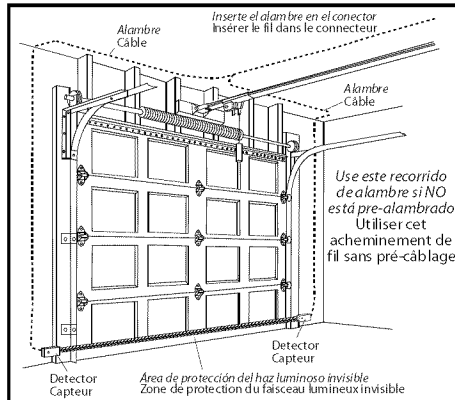

FIG. 4-6 Recorrido del alambre. Achèvement de fil.
- Sujete en forma segura los alambres a la pared y al cielo raso a medida que avance (**Fig. 4-6 en la página siguiente**).
- Bien fixer les fils au mur et au plafond au fur et à mesure (**Fig. 4-6 sur la page suivante**).